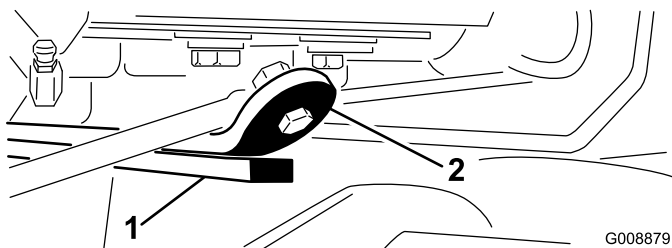

Figura 28
3. Ligue o motor, eleve os braços de elevação e certifique-se de que a folga entre a fita de atrito na barra de atrito da parte superior da unidade de corte e a correia do amortecedor é de 0,51 a 2,54 mm (Figura 28).